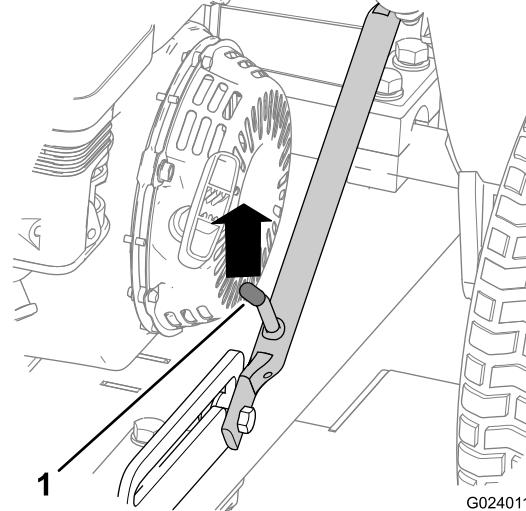
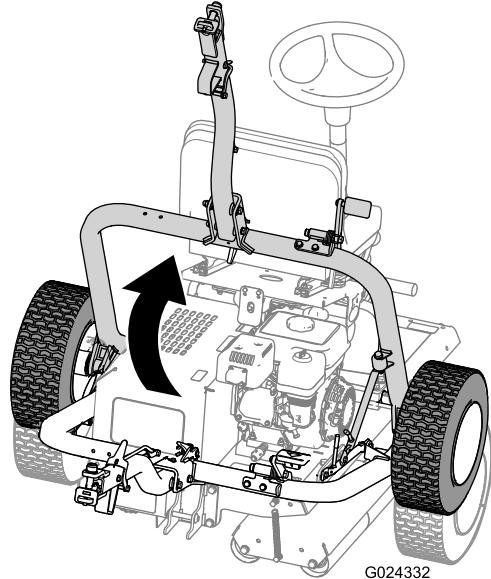

Рисунок 24
Рисунок 28
- A. Поднимайте сцепку, пока фиксирующий рычаг не выйдет из зацепления с прорезью защелки (Рисунок 24).
- D. Поднимайте сцепку (Рисунок 28), пока фиксирующий рычаг не войдет в зацепление с прорезью защелки (Рисунок 24).